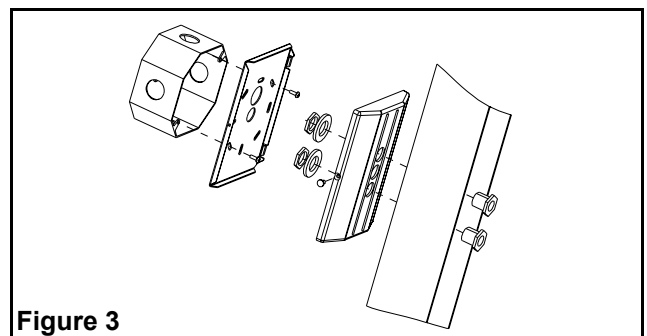

Figure 3
7. Mount the canopy(ies) to the back box using the hardware supplied. For each canopy, insert two threaded nipples through the back box knockouts, canopy and nylon washer. Thread a nut on each nipple; the nuts should be in the canopy (see fig. 3).
7. Fixer le(s) pavillon(s) au boîtier du luminaire à l'aide du matériel fourni. Pour chaque pavillon, introduire le raccord fileté par l'intérieur du boîtier du luminaire, passer dans la débouchure du pavillon et la rondelle de nylon, puis visser l'écran sur le raccord; l'écran doit être à l'intérieur du pavillon (voir fig. 3).